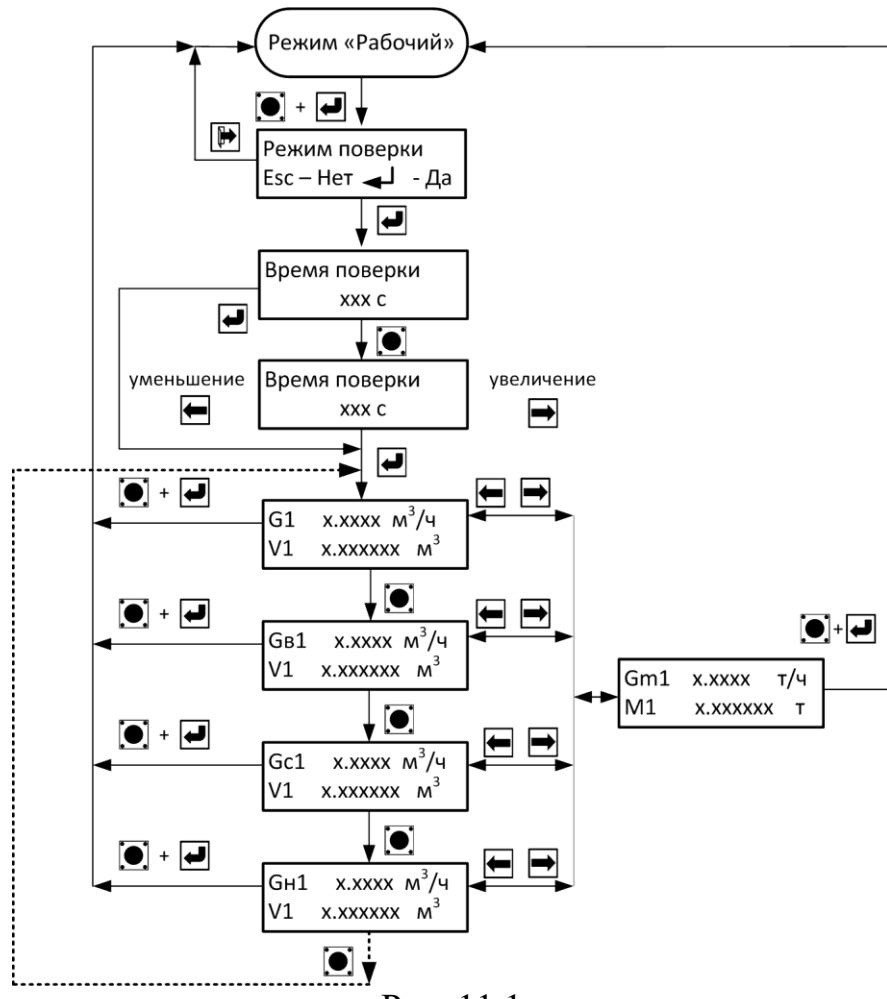

Рис. 11.1
11.2.1 Для входа в режим работы расходомера «Поверка» необходимо одновременно нажать кнопки «служебная» и «вход». Для выхода из режима поверки необходимо, находясь в любом окне режима «Поверка», одновременно нажать кнопки «служебная» и «вход». Порядок перехода между окнами режима «Поверка» изображен на рис. 11.1.